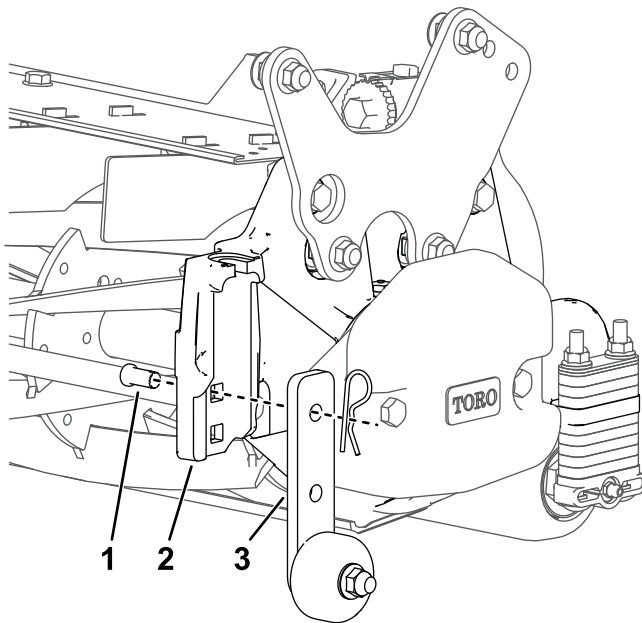

Figura 17
- Baje los soportes de los rodillos de taller antes de bajar la unidad de corte al suelo del taller o de retirarla de la unidad de tracción (Figura 17).